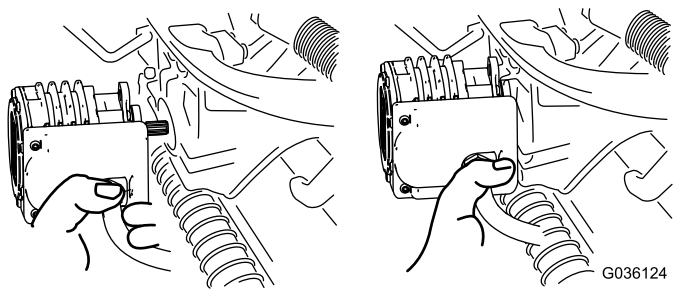

図 66
5. 外したモータは、サスペンションアームの前端にある一時保管位置にセットしておく 図 66。